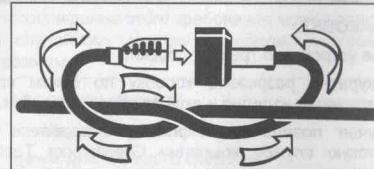

Fig. 1
**УДЛИНИТЕЛИ см. рисунок 1.**
см. рисунок 1.